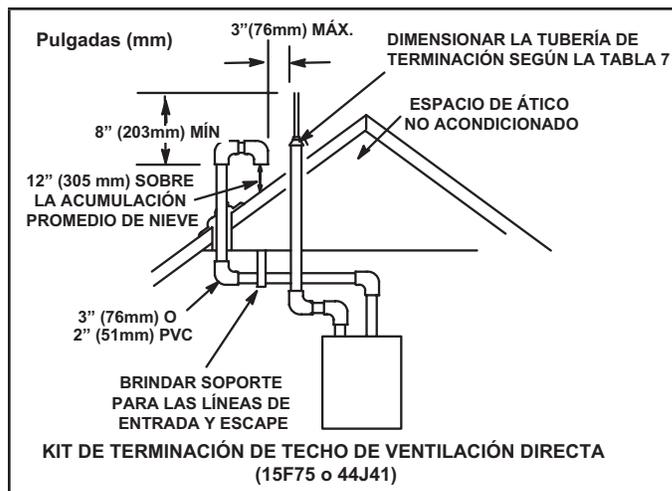

FIGURA 29
Las tuberías de entrada y de escape se pueden tender ya sea horizontalmente a través de una pared exterior o verticalmente a través del techo. En instalaciones en un ático o clóset, se prefiere la terminación vertical a través del techo. La FIGURA 29 a la FIGURA 37 muestran terminaciones típicas.
- 3 - En las terminaciones de techo, la tubería de entrada debe terminar recta hacia abajo usando dos codos de 90° (FIGURA 29).